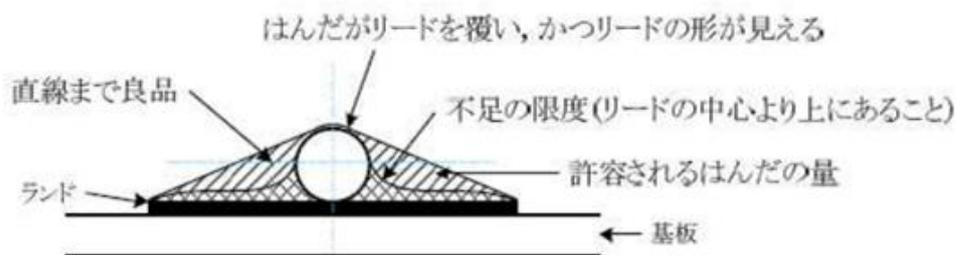

図 17
- ・はんだの量は、部品リード線の折り曲げ部分、線の切り口等をはんだが覆い、かつ肉厚が薄く線の形がわかるものとし、その例を図 17 に示す。